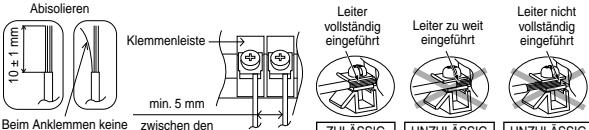

Abbildung 4.2: Anschluss des Fernschalters
9. Als Fernschalter ist ein einpoliger Schalter mit einem Kontaktabstand von min. 3,0 mm zu verwenden. (siehe Abbildung 4.2). Dessen Kabel muss ein  $(2 \times \min. 0,5 \text{ mm}^2)$  doppelt isoliertes PVC- oder Polychloropren-ummanteltes Kabel sein.